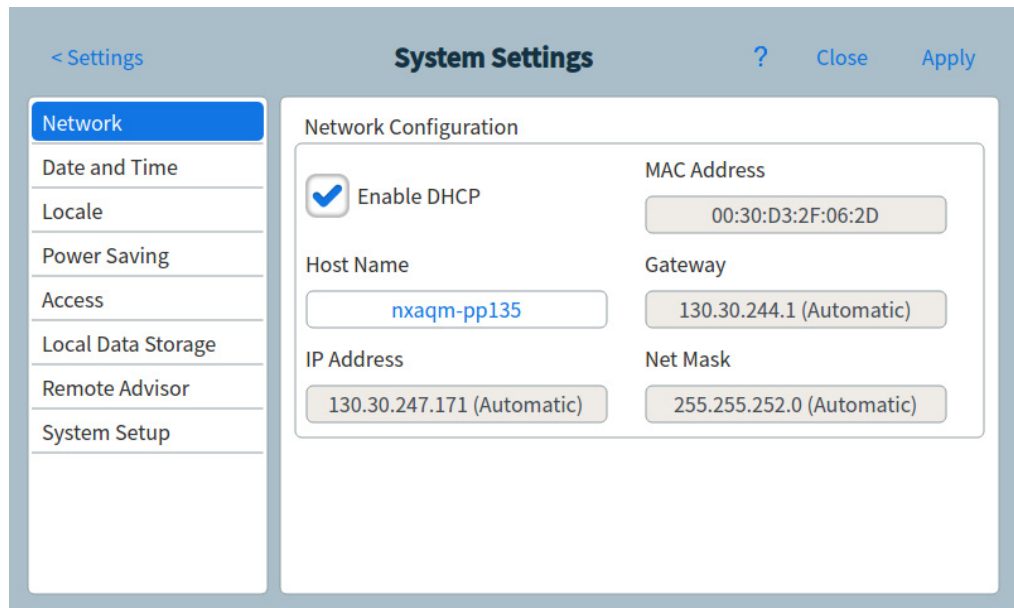

Abb. 40 Seite „Systemeinstellungen“
- 2 Drücken Sie **System Settings**. Die Seite „System Settings“ wird eingeblendet. Siehe Abb. 40.